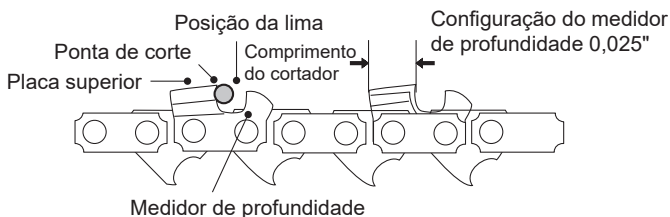

Fig. 44
9. Utilizar um instrumento de medida de profundidade para verificar a altura do medidor de profundidade. Os calibres de profundidade estão disponíveis na maioria dos comerciantes de ferramentas de renome (Fig. 44).